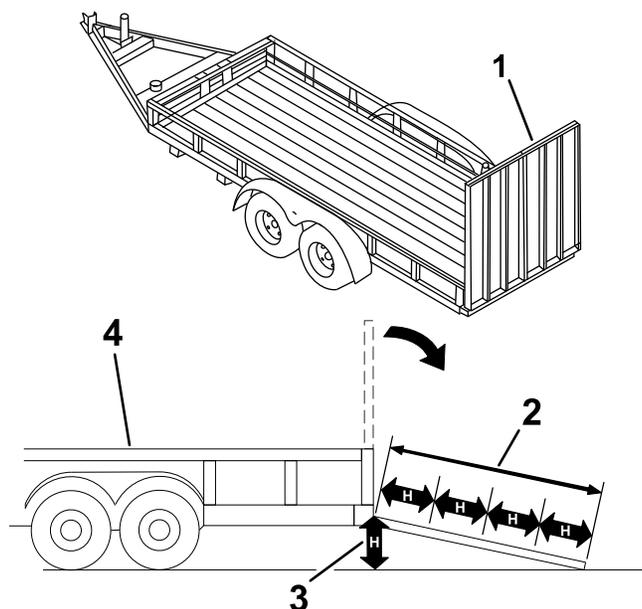

Рисунок 27
При погрузке машины на прицеп или грузовик возникает повышенная вероятность опрокидывания, что может привести к получению тяжелой травмы или гибели (**Рисунок 27**).
3. Опустите наклонный въезд (Рисунок 27).